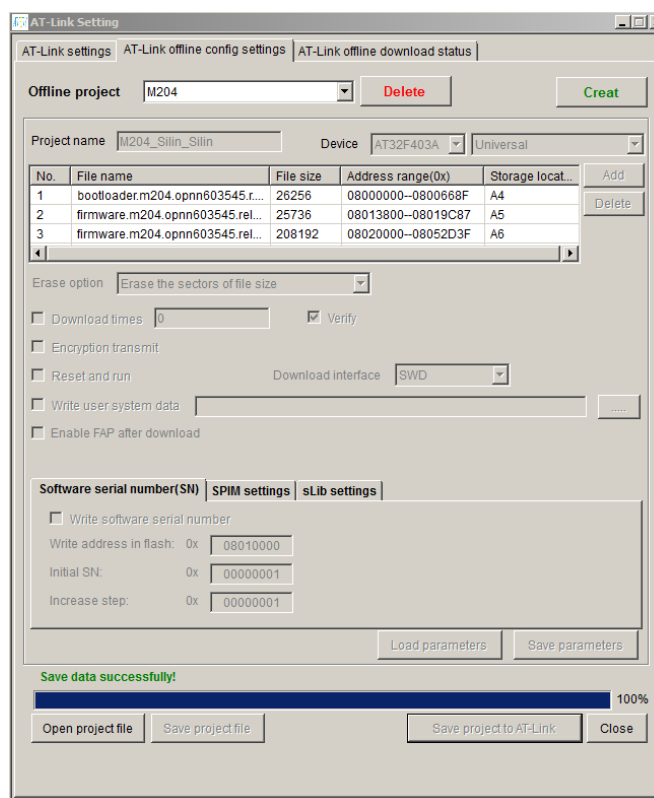

Рисунок 5.9 – Успешное завершение загрузки
5.4.15 Нажать кнопку **Save project to AT-Link** для загрузки прошивки в программатор. В процессе загрузки в интерфейсе отображается статусная строка (рисунок 5.9) и на программаторе мигает красный индикатор LED 1.